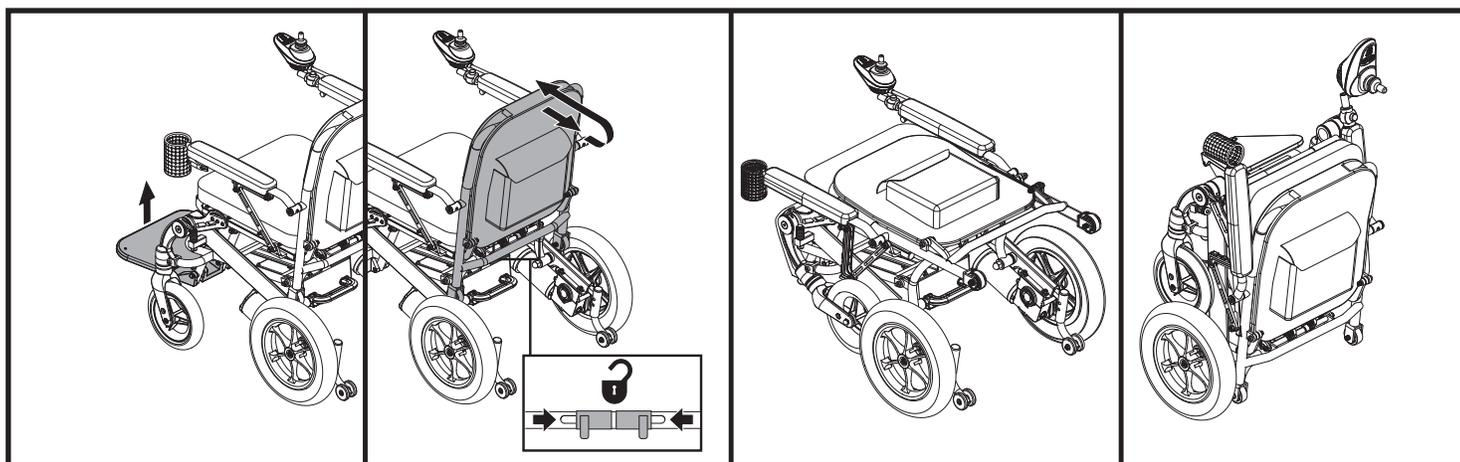

Figure 7. Plier le fauteuil iGo+®
3. Placez une main sur le dessus du dossier du siège et tirez-le vers vous tout en pressant ensemble les goupilles du mécanisme de verrouillage. **Voir la figure 7.**